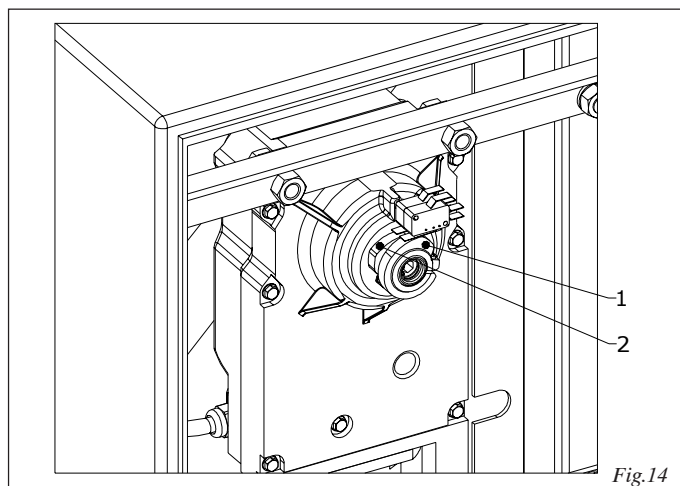

Fig.14
- Regulen las levas de accionamiento, fig.14 ref.1 y 2, de los microinterruptores de fin de carrera, de modo que se accionen con la barra en posición de apertura o cierre un instante antes del respectivo tope mecánico.